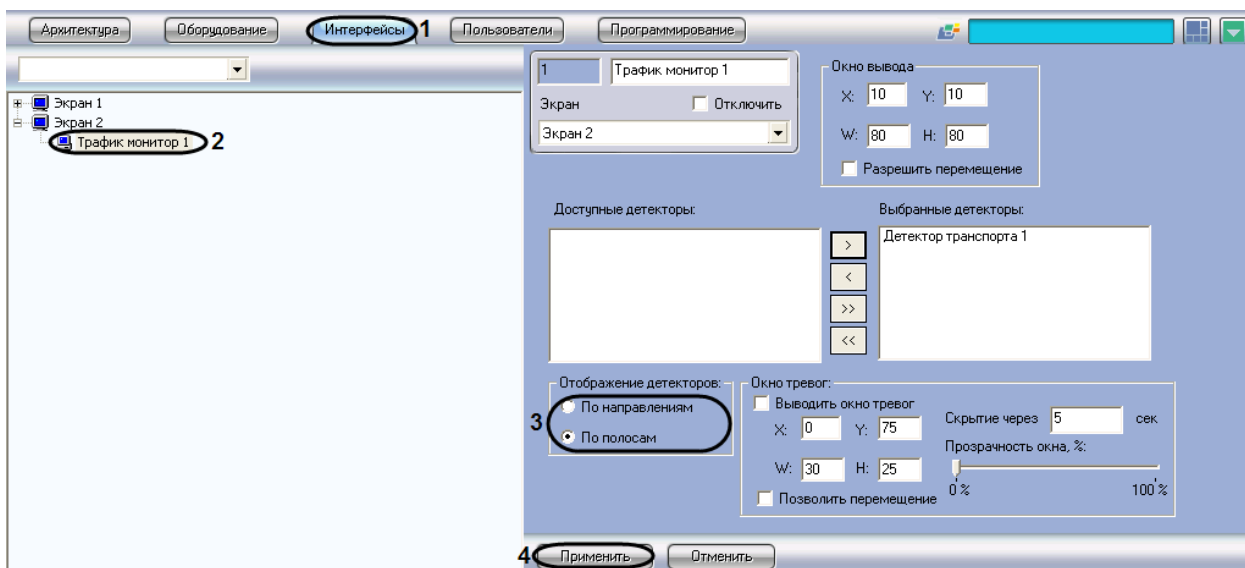

Рис. 7.7-3. Выбор способа отображения информации о движении ТС
1. Перейти на вкладку «Интерфейсы» диалогового окна «Настройка системы» (см. Рис. 7.7-3, 1).
2. Выбрать в дереве объект «Трафик монитор» (см. Рис. 7.7-3, 2).
3. Установить переключатель «Отображение детекторов» в одно из предложенных положений (по направлениям, по полосам) (см. Рис. 7.7-3, 3).
4. Нажать кнопку «Применить» для сохранения настроек (см. Рис. 7.7-3, 4).